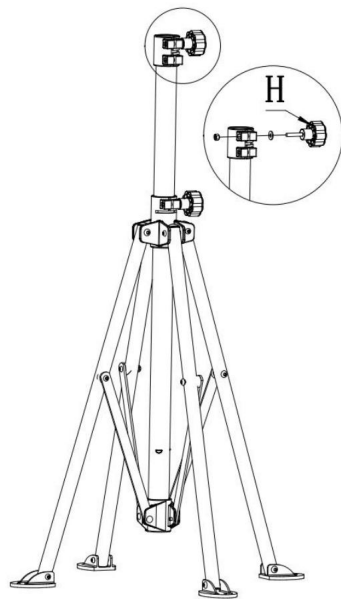
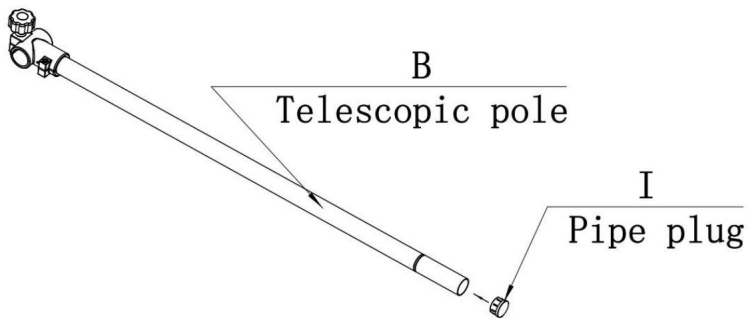

Abb. 2
Abb.3
1. Richten Sie den Hauptständer des Fahrradmontageständers ein, indem Sie den Kupplung (1) am Hauptständer (A) ganz nach unten drücken.
2. Klappen Sie die Füße (2) des Stativs nach unten und stellen Sie sicher, dass das Produkt eine feste und ebene Oberfläche.
3. Den Knopf (H) in die in Abb. 2 gezeigte Position montieren. 4. Den Rohrstopfen (I) in das Rohrende einsetzen, wie in Abb. 3 gezeigt. Dann